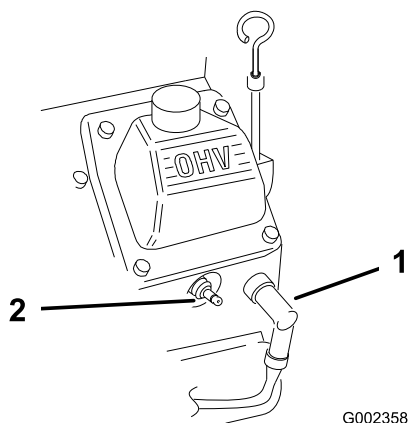

Figure 25
2. Débranchez les bougies (Figure 25).